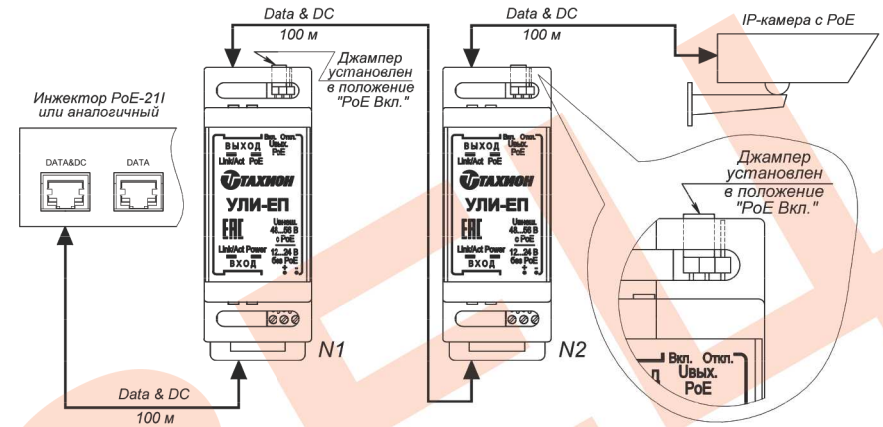

Рис.3 Пример удлинения сегмента сети Ethernet с питанием PoE при работе УЛИ-ЕП в режиме удлинителя.
1. Соедините 4-х парным кабелем UTP категории не хуже 5е разъем RJ45 «Выход» удлинителя УЛИ-ЕП с разъемом «PoE» питаемого устройства или с разъемом RJ45 «Вход» последующего УЛИ-ЕП в цепочке удлинителей (см. рис.3).
- Возможно увеличение расстояния линии связи для передачи данных по сети Ethernet и питания по технологии PoE до 300 или 400 метров при подключении 2 или 3 изделий, соответственно (см. рис.3).